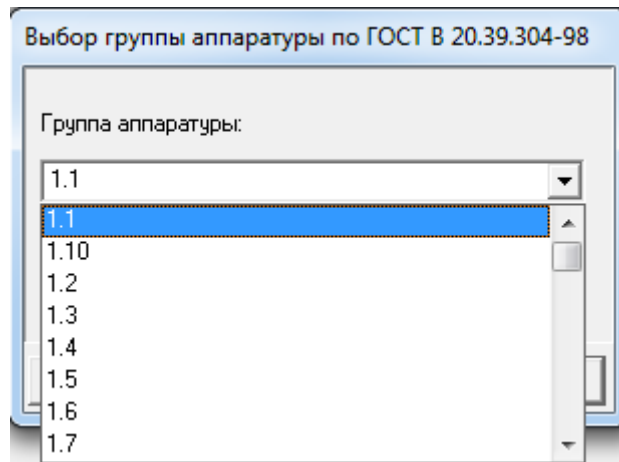

Рис.3.20. Окно выбора группы аппаратуры по ГОСТ В 20.39.304-98
- В появившемся окне «Группа аппаратуры по ГОСТ В 20.39.304-98» (см. рис. 3.20) выберите номер группы.